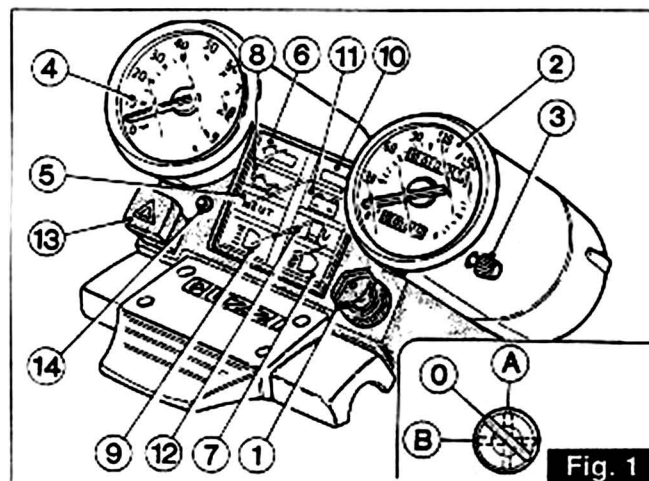

Fig. 1
**Quadro di controllo (fig. 1)**
**Instrument panel (fig. 1)**
Con commutatore a chiave «1» di fig. 1 (posizione «ON»), il veicolo è pronto per l'avviamento.
Fermato il motore, ruotare la chiave del commutatore di fig. 1 in senso antiorario fino alla posizione «OFF» ed estrarre la chiave dal commutatore.
With the key «1» in fig. 1 (position «ON»), the vehicle is ready for starting. To start the engine:
Once the engine has stopped, turn the key switch (fig. 1) anti-clockwise until «OFF»; remove the key from the switch.